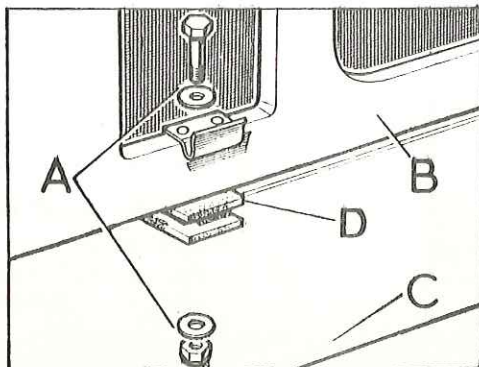

Fig. Q1-16 Elementos de fijación de la calandra al bastidor
- 2.7. Soltar los elementos de fijación, A (Fig. Q1-16) de la calandra, B, al travesaño, C, del bastidor, manteniendo apartados los suplementos de goma, D, existentes entre el travesaño y la calandra, para su posterior montaje.